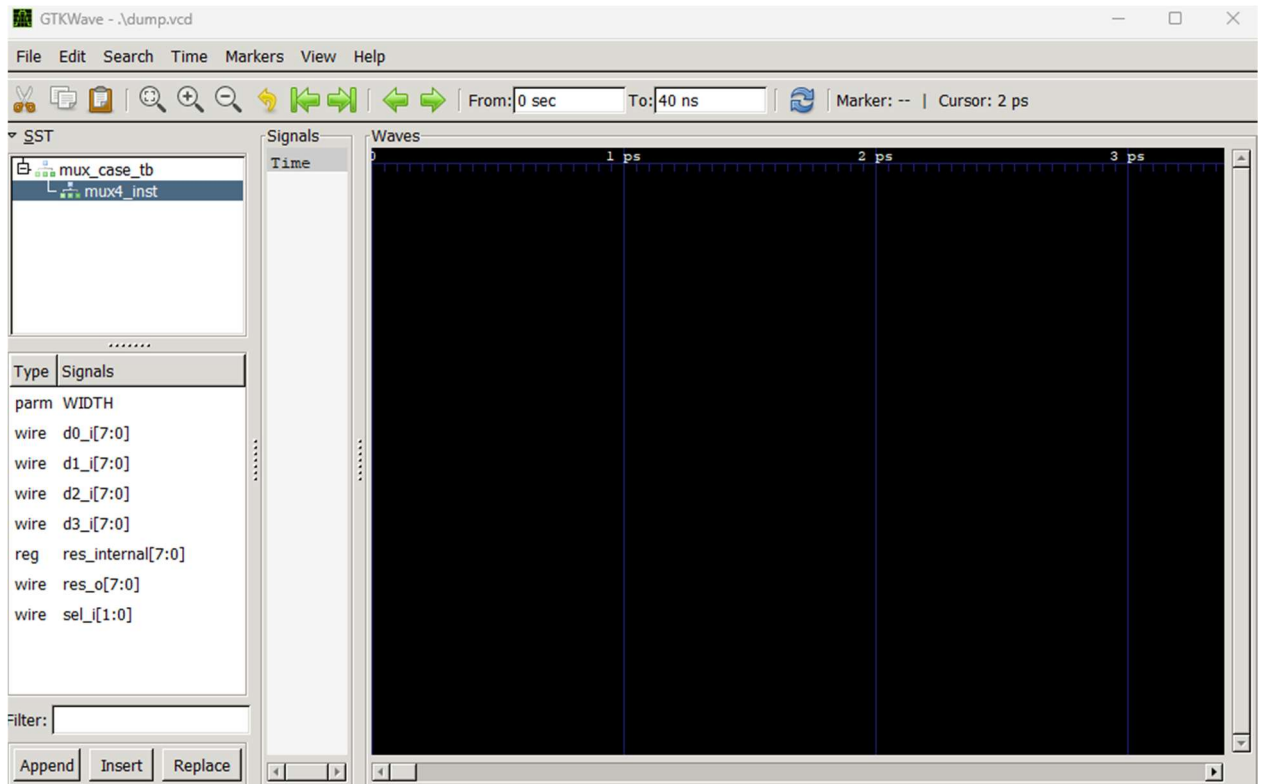

Рисунок 2. Сигналы модуля mux4
- Например, рассматриваемый в примере «mux4_inst», в результате чего в поле со списком сигналов модуля отобразятся все сигналы модуля mux4 (рисунок 2)